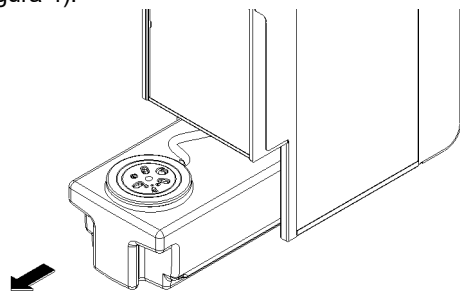

figura 2
- 3 Extraiga el depósito, situado en la parte inferior del distribuidor, y llénelo con agua mineral natural o agua de grifo potable. Coloque el depósito en su alojamiento, verificando que el filtro quede sumergido en el agua (ver figura 2)(ver figura